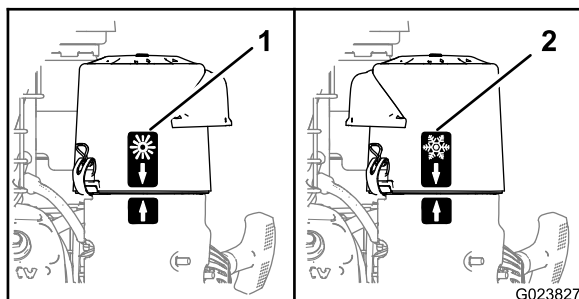

Figure 13
- À basses températures ambiantes (air froid et humidité), le flocon de neige situé sur le couvercle du filtre à air doit être à l'extérieur (Figure 13).
- À des **températures ambiantes normales**, le soleil situé sur le couvercle du filtre à air doit être à l'extérieur (Figure 13).